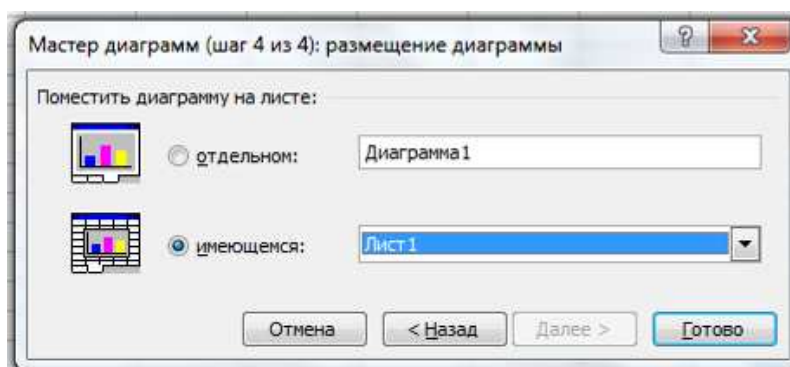

Рис. 27. Диалоговое окно определения размещения диаграммы
9. В четвертом диалоговом окне Мастера диаграмм **Размещение диаграммы** (рис. 27) выбрать размещение диаграммы: на отдельном или на имеющемся листе. Нажать кнопку *Готово*.